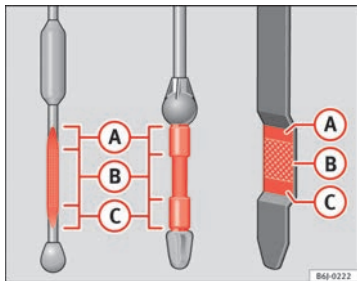

Fig. 113 Jauge d'huile moteur
- Puis retirez-la à nouveau et vérifiez le niveau d'huile ⇒ fig. 113. Faites l'appoint d'huile moteur si nécessaire.